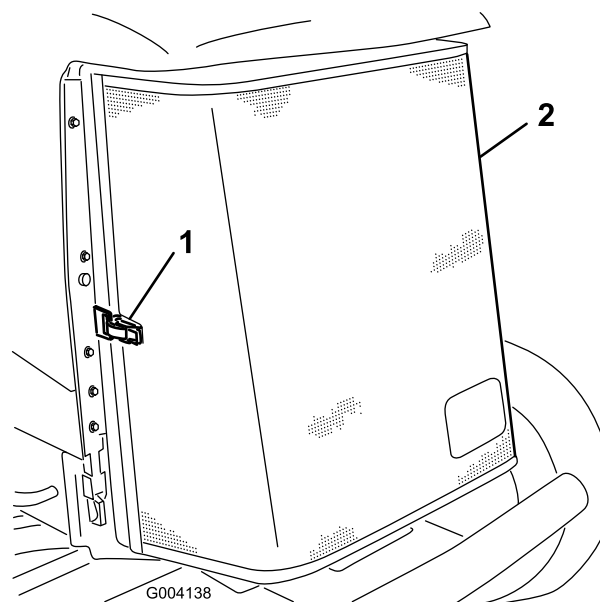

Figure 84
3. Déverrouillez l'attache et ouvrez la grille arrière (Figure 84).